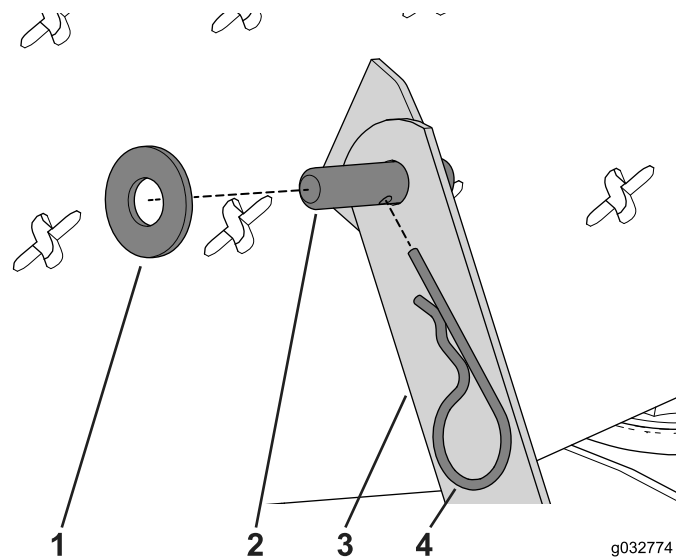

Figure 50
- Détachez le bras de pivot et le support de pivot en retirant la goupille fendue qui retient l'axe de pivot et la rondelle (Figure 50).